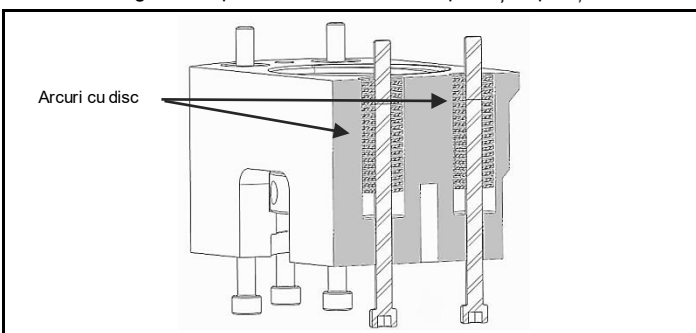

Fig. 4.2 Amplasarea arcurilor cu disc în punte
**ATENȚIE** Aveți grijă atunci când deșurubați șuruburile imbus care fixează arcurile cu disc la locul lor. Atunci când de eliberează presiunea internă de la arcurile cu disc, șurubul va fi împins de lângă corp cu o mișcare rapidă și bruscă. (Fig. 4.2)